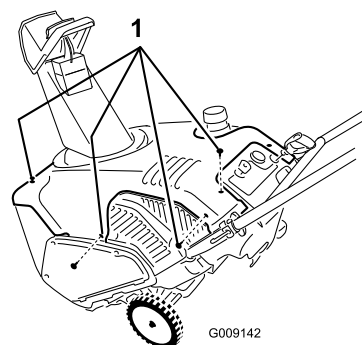

Figure 28
3. Retirez les fixations du carénage comme indiqué (Figure 28) et mettez-les de côté.